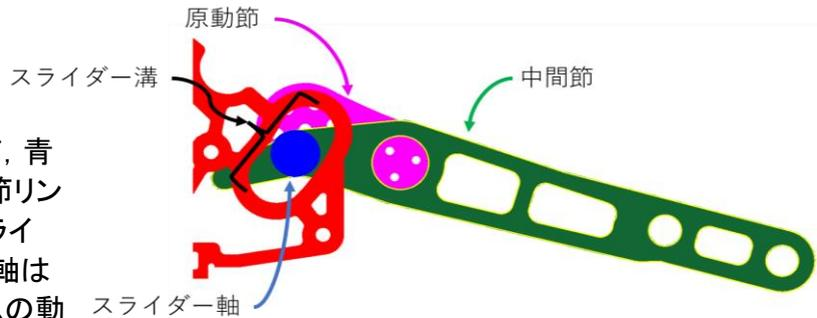
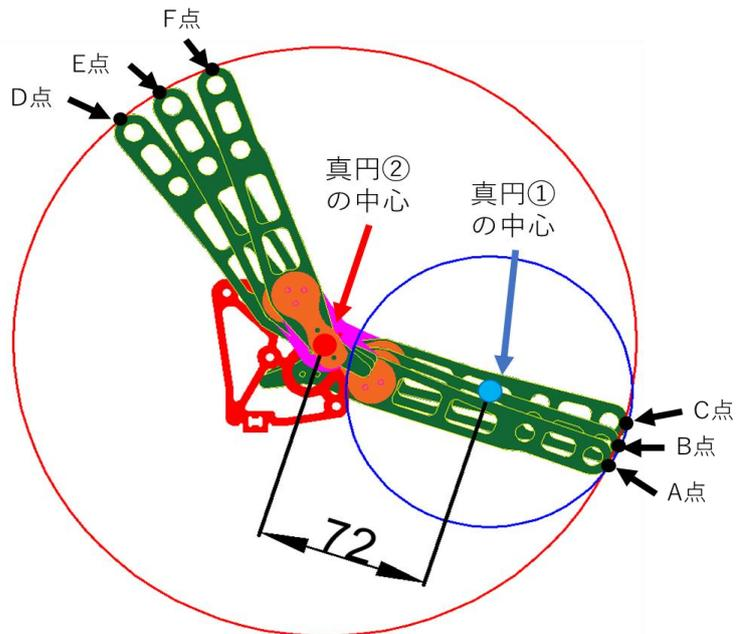

図5 アーム概略図
図6 アーム軌跡
図5にアーム機構の概略図を示す。アームは紫の原動節, 緑の中間節, 青のスライダ軸から構成される四節リンク機構と同様のふるまいをするスライダリンク機構である。スライダ軸は側板の溝で往復運動を行いアームの動きを拘束する。図6にアームの軌道を示す。図6はA点, B点, C点の3点を通る真円①とD点, E点, F点の3点を通る真円②, アーム先端の軌跡を示している。真円①, ②の中心の距離は72mm離れており, 2つの円の中心は一致していない。よってアーム先端の軌跡は最低2点以上の十分に間隔のあいた円弧中心を持つ連続した曲線を描くことがわかる。このことからアームは規定を満たしている。